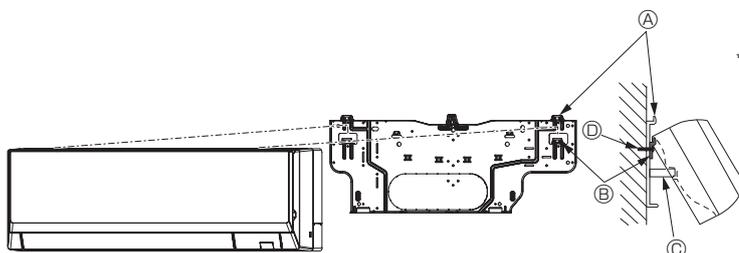

Fig. 3-13
• Quando l'unità interna non può essere sospesa e sollevata con il gancio normale (la dimensione 2.1. ⓧ, lo spazio tra il soffitto e l'unità, è pari o inferiore a 75 mm), sospendere l'unità sul gancio inferiore per la tubazione sinistra. (Fig. 3-13)
(Fig. 3-13)